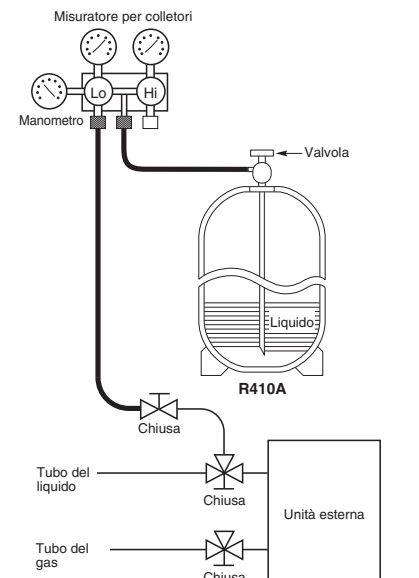

Fig. 8-5
- Ricaricare refrigerante addizionale (nella quantità calcolata con la lunghezza delle tubazioni vista in "Quantità di refrigerante addizionale") usando la valvola di servizio del tubo del liquido. (Fig. 8-5)